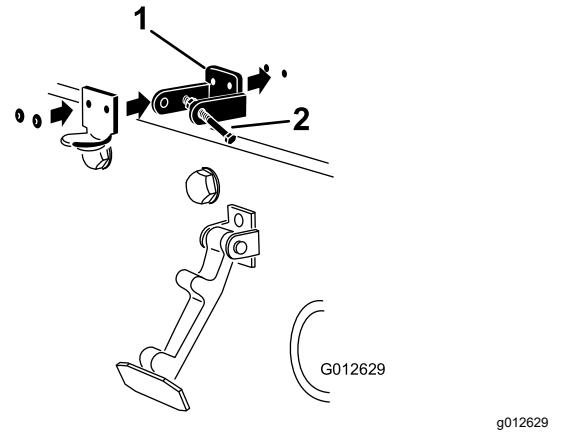

**Figura 3**
2. Rimuovete i 2 rivetti che fissano la staffa del fermo del cofano al cofano (Figura 3). Rimuovete la staffa del fermo dal cofano.